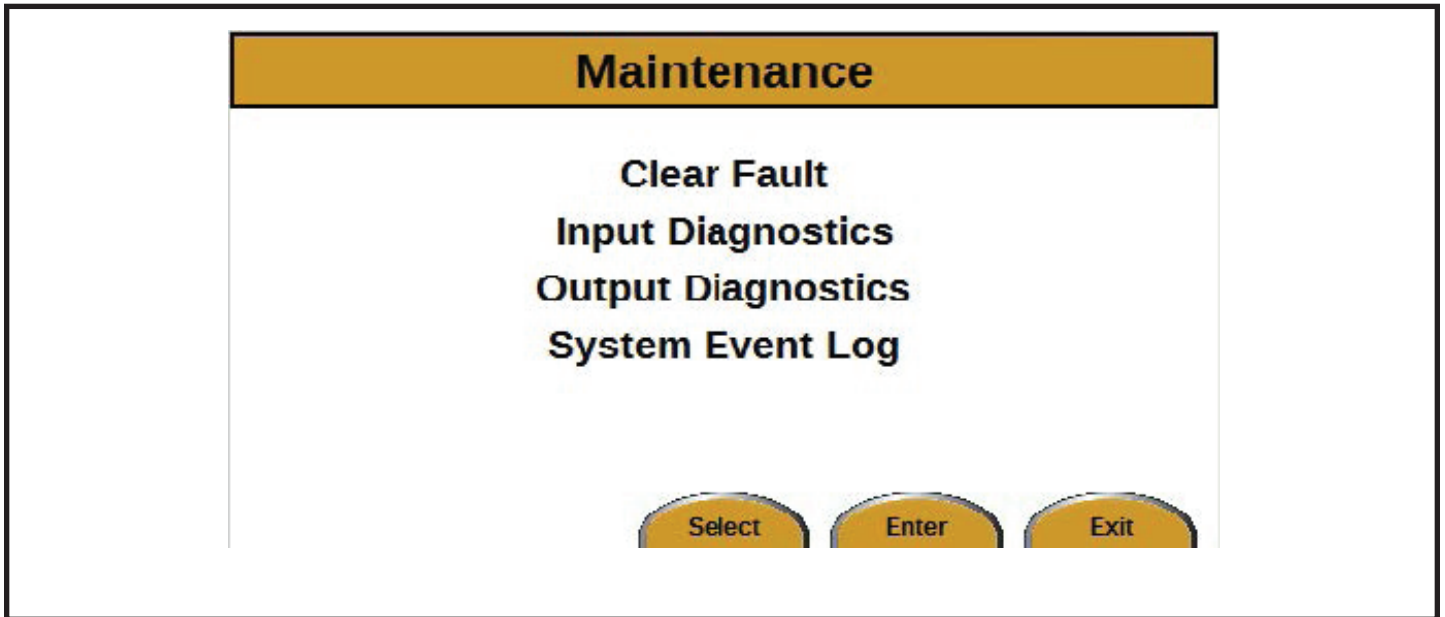

Figure 17
3. Appuyer sur le bouton Enter (Entrer). L'écran Maintenance (Entretien) apparaîtra (see Figure 17).